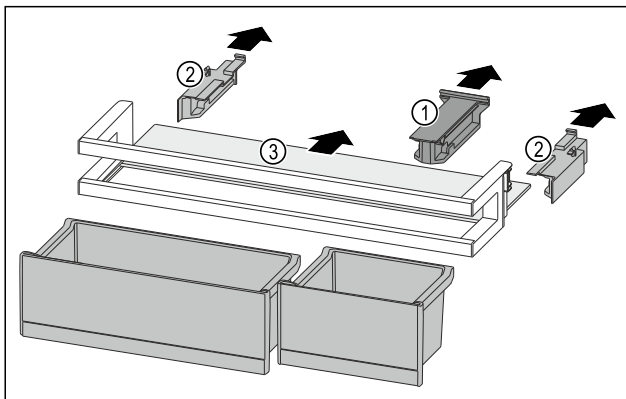

Fig. 81
- Haltebauteil Fig. 81 (1) abziehen.
- Seitenteile Fig. 81 (2) abziehen.
- Abstellfläche Fig. 81 (3) entnehmen.